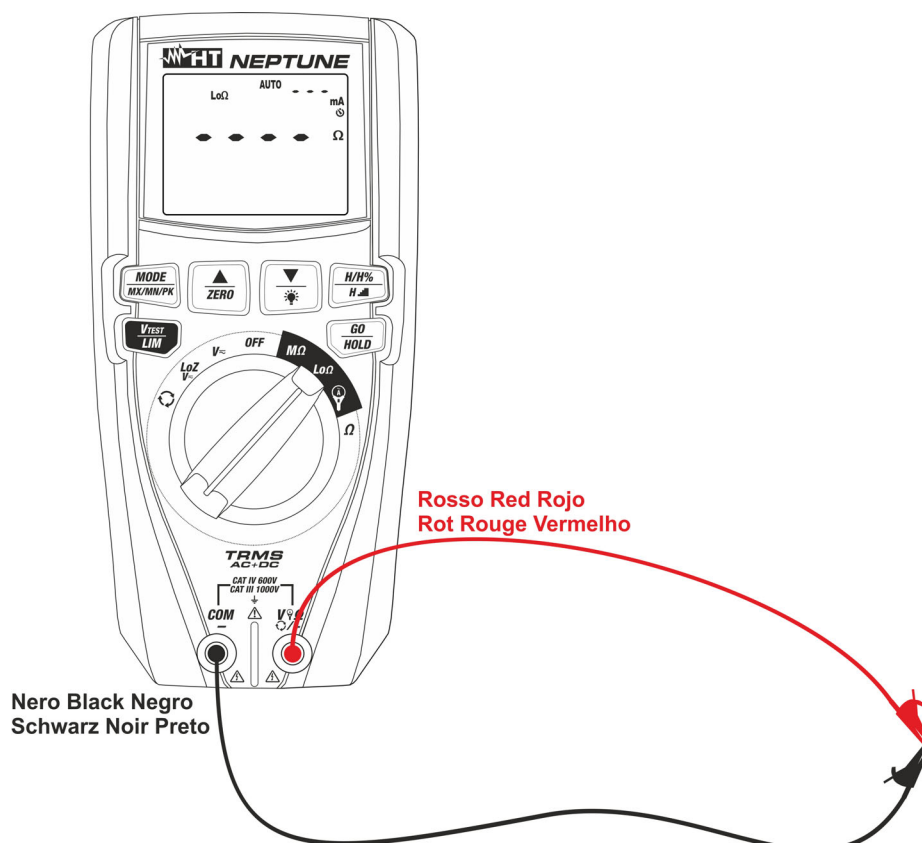

Fig. 32: Raccordement des câbles pour la fonction compensation
2. Insérer les câbles de mesure dans les bornes d'entrée **V Ω /+** et **COM/-**, raccorder les pinces crocodiles et court-circuiter les extrémités des câbles entre eux (voir Fig. 32)